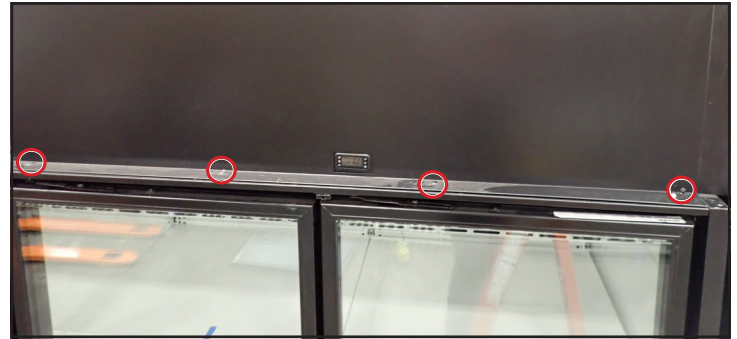

Fig. 1. Emplacements des vis du/des carénage(s) avant.
2. Retirez le(s) carénage(s) avant. Voir fig. 1.